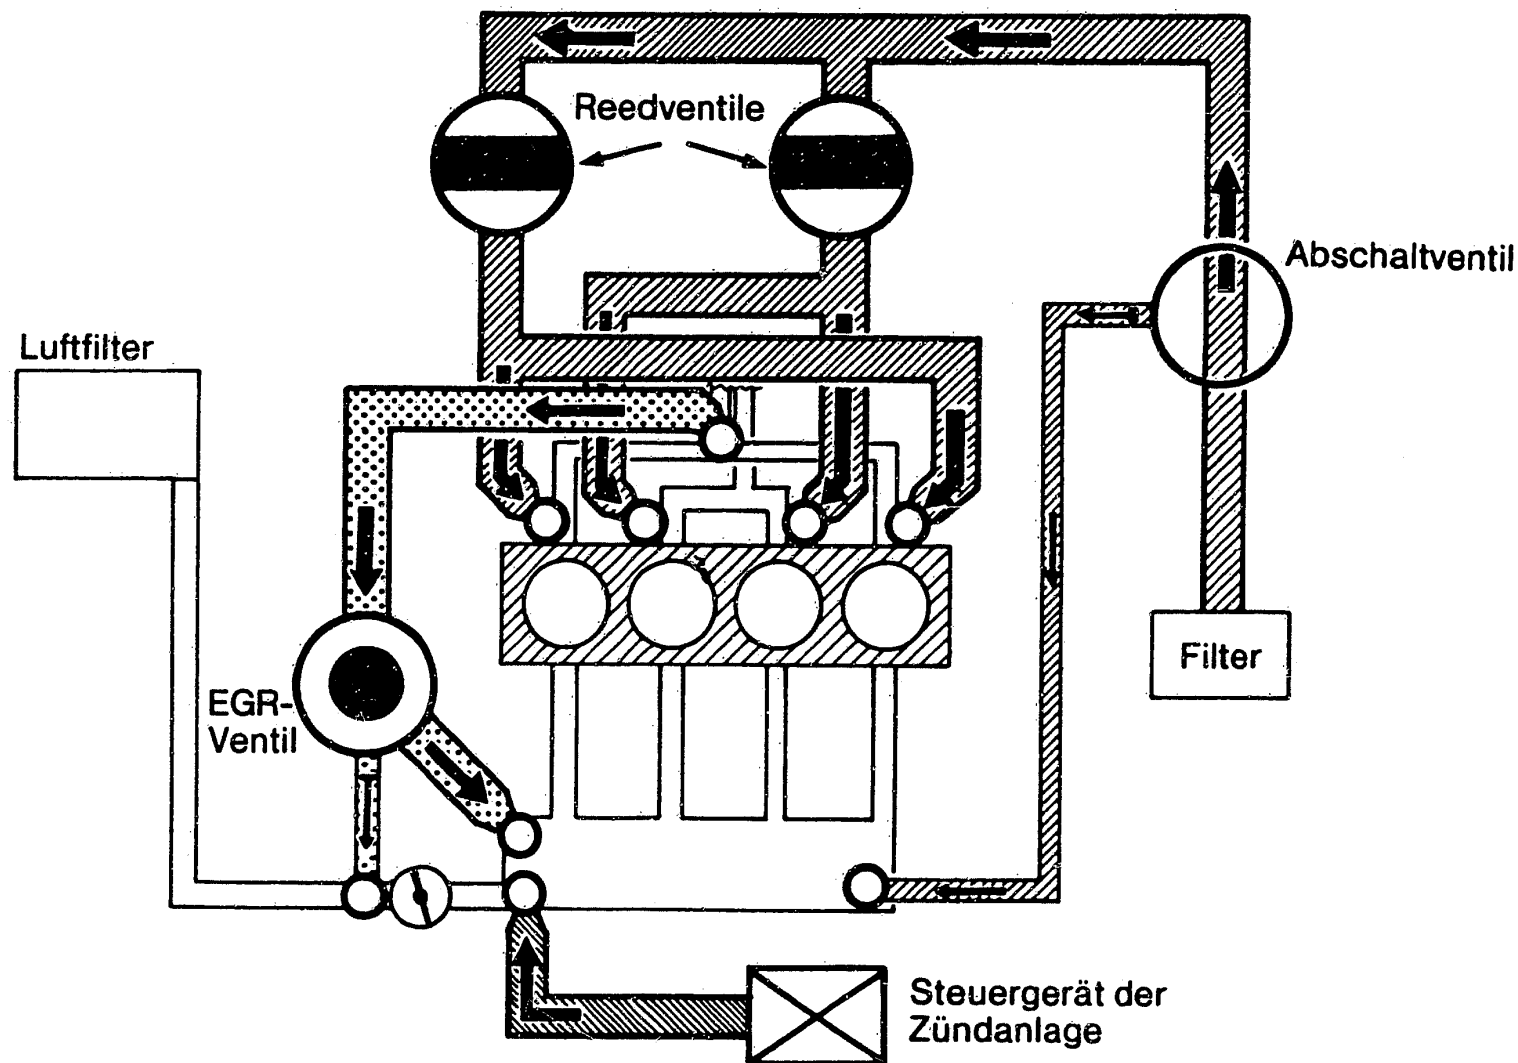

Bild 40a Schematische Darstellung der Abgasentgiftung am 2000 i.e.
a) Im **2000 i.e.** wird Sekundärluft über zwei Reedventile angesogen und in den Auspuffkollektor geführt. Ein durch Unterdruck gesteuertes Abschaltventil unterbricht die Zufuhr im Schiebebetrieb. Ferner wird über ein mit Unterdruck gesteuertes EGR-Ventil ein Teil der Abgase in den Ansaugkollektor zurückgeführt (Bild 40a).